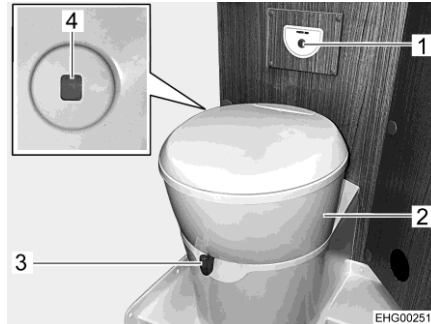

Fig. 72 Toilettes
Il est possible de tourner la cuvette dans la position souhaitée. Saisir pour ce faire le partie supérieur des toilettes (Fig. 72,2) des deux mains et tourner.
L'unité de commande avec le bouton de la chasse d'eau (Fig. 72,1) est positionné à proximité de la cuvette.
L'indicateur de niveau (Fig. 72,4) passe du vert au rouge quand le réservoir pour matières fécales doit être vidé.
- Avant d'actionner la chasse d'eau, ouvrir le curseur des toilettes. Pousser pour cela le levier du curseur (Fig. 72,3) dans le sens inverse des aiguilles d'une montre.
- Pour actionner la chasse d'eau, appuyer sur le bouton bleu (Fig. 72,1).